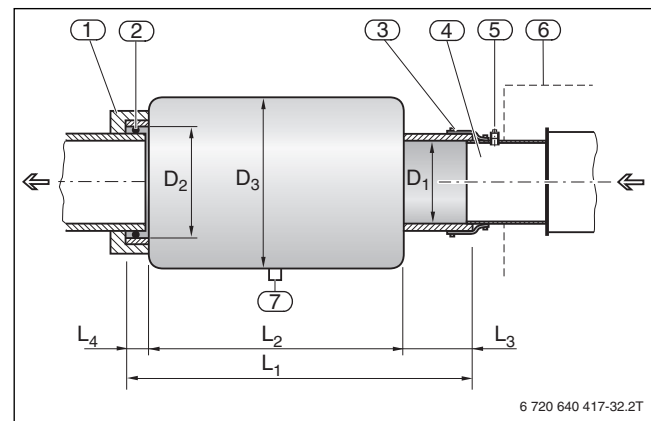
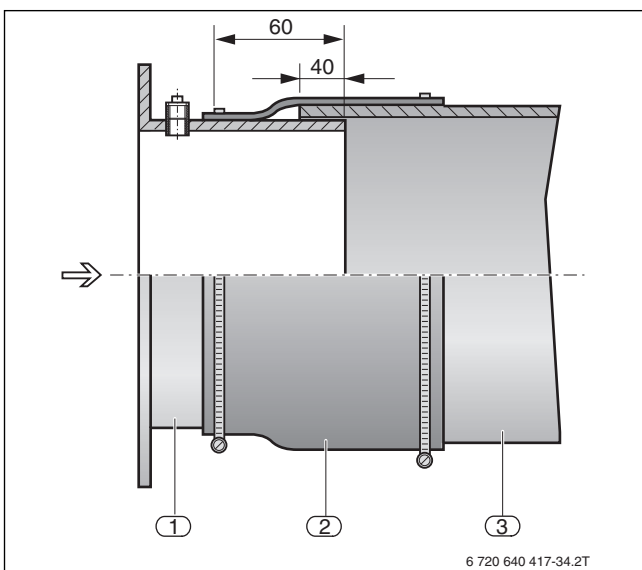

Рис. 39 Глушитель дымовых газов с уплотнительной манжетой для отделения корпусного шума
Рис. 40 Уплотнительная манжета дымовой трубы
Значительная часть шума, возникающего при сжигании топлива, может передаваться на здание через систему отвода дымовых газов. Специальные глушители дымовых газов значительно снижают уровень шума (\rightarrow рис. 39).
Показанный глушитель (\rightarrow рис. 39) снижает шум в дымовой трубе на 10 - 15 дБ(А) и при расчёте системы отвода дымовых газов потерей давления в нём можно пренебречь.
Шумоглушитель имеет опору (\rightarrow рис. 39, [3]) и специальную уплотнительную манжету (\rightarrow рис. 40, [1], стр. 60). Эта ступенчатая уплотнительная манжета и дополнительный уплотнительный шнур препятствуют передаче корпусного шума от котла в систему отвода дымовых газов (соединительный участок).
- [3] Уплотнительная манжета дымовой трубы (\rightarrow рис. 40, стр. 60)
Для надёжного и плотного соединения патрубка дымовых газов котла с соединительным участком дымовой трубы фирма Buderus предлагает уплотнительную манжету (\rightarrow рис. 40, стр. 60).